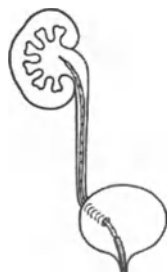

Fig. 1
2. Когда гибкий конец проводника и проксимальный конец стента флюороскопически подтверждены, что находятся в почечной лоханке, стабилизируйте толкатель и мягко потяните на себя проводник, чтобы позволить завитку стента формироваться в почечной лоханке (Рис. 1).